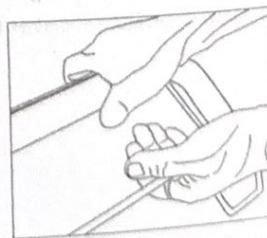

Рис. 13
- Потяните рычаг сцепления к ручке, чтобы включить колеса (рис. 13).